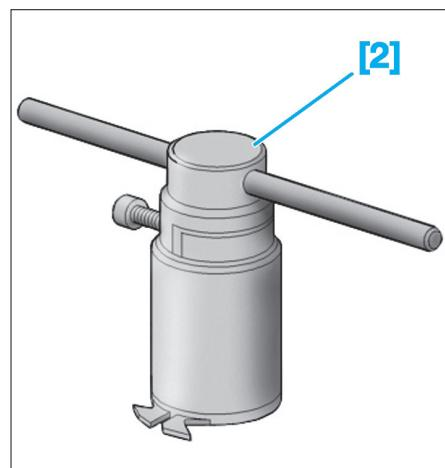

Fig. 67
- [2]. Pince d'extraction de jonc d'arrêt de roulement de moyeu arrière (Ref. 0540) (Fig.67).